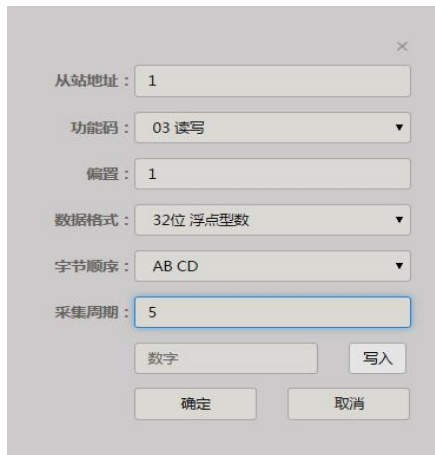

图 8-13 传感器属性设置对话框
9、在弹出的传感器属性界面中，点击每个传感器“读写指令”对话框，进行设置。图 8-13 为传感器属性设置对话框，（注：每个传感器的偏置号=该传感器的位置\*2-1，如传感器-2 的偏置就是（2\*2-1）为 3，其他项目照此对话框填写即可，不需更改），填写完后点击确定按钮。通过此方法对剩余其它传感器进行设置。